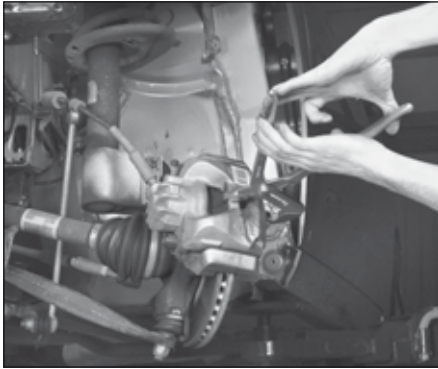

FIG.1
- Repousser partiellement le piston de l'étrier (Fig.1).